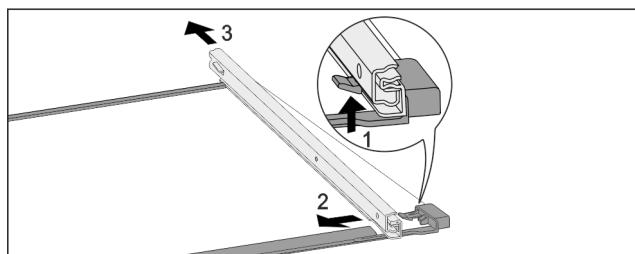

Fig. 172 Скляна пластина з рейками
- Натиснути передній гачок-фіксатор вгору. Fig. 172 (1)
- Виштовхніть виїзну рейку в сторону Fig. 172 (2) та назад Fig. 172 (3).